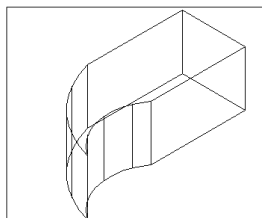

图 15-30
(5) 在命令行直接输入 pedit, 将上述线段和圆弧连接成一个整体。
(6) 面化处理。单击  按钮或者执行 Drawing→Region 命令, 将上述多义线进行面化。
(7) 单击  按钮或者在命令行直接输入 extrude, 拉伸上述多义线区域, 拉伸高度为 35。执行 View→3D Views→SE Isometric 命令, 结果如图 15-30 所示。
(8) 单击  按钮或者执行 View→3D Views→left 命令, 切换到左视图。
(9) 设置用户坐标系。在命令行直接输入 ucs。将坐标系新的原点移动到上述矩形的中心。并存储为 o1。
(10) 作矩形。单击  按钮或者在命令行直接输入 rectangle, 将矩形两个对角设为 (-10, 5, 0) 和 (10, -5, 0)。
(11) 作圆。单击  按钮或者在命令行直接输入 `circle`。